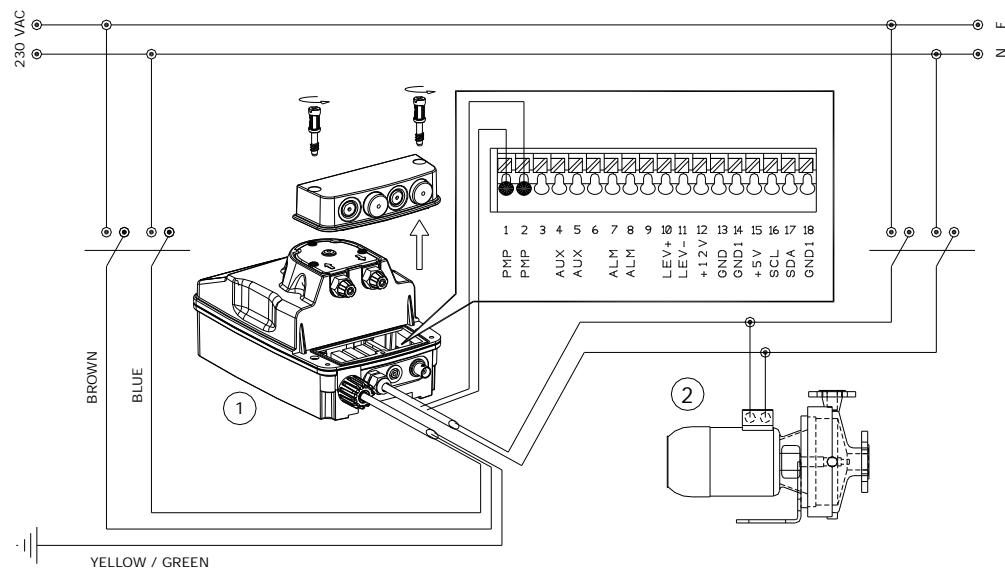

Fig. 2 – Installazione e morsettiera Instalación y el terminal
Respetar las normas en vigor en los diferentes países por lo que se refiere a la instalación eléctrica (Fig. 2). **Si el cable de alimentación no está dotado de enchufe eléctrico, el equipo debe quedar conectado con la red de alimentación utilizando un interruptor onmpolar seccionador que tenga una distancia mínima entre los contactos de 3 mm. antes de tener acceso a los dispositivos de conexión todos los circuitos deben estar interrumpidos.**
- **Entrada 1-2 (PMP)**= Bomba de ricirculo. Entrada de 230V (neutro y fase). (Fig.2)